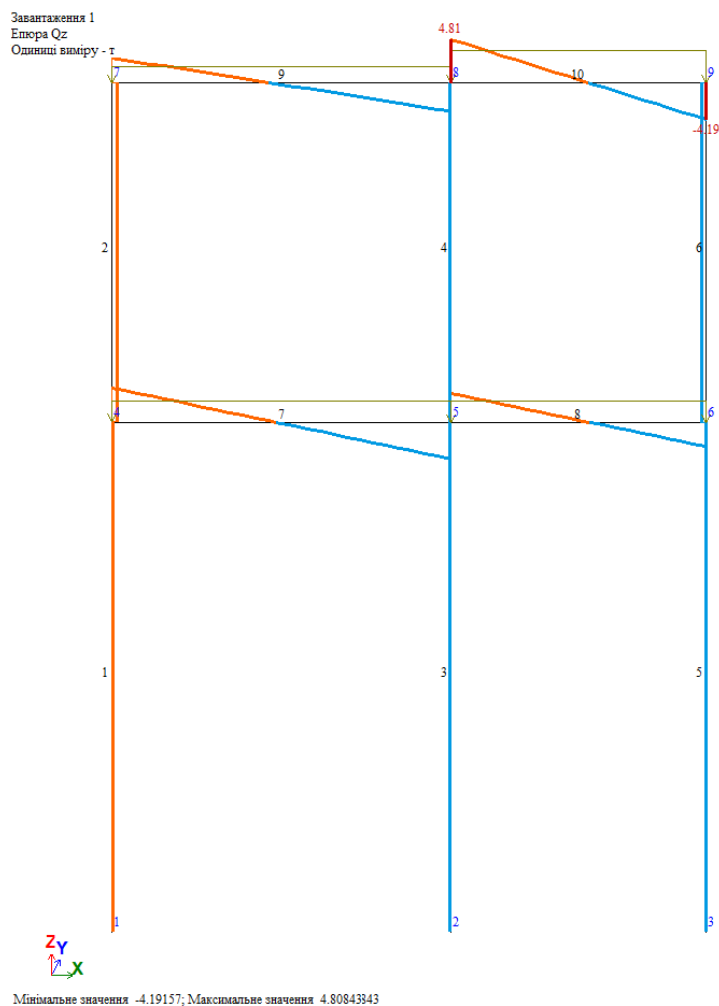

Рис. 1.21. Епюри поперечних сил Qz
- Для виведення епюри  $Q_z$  (рис. 1.21), натисніть на кнопку  – Епюри поперечних сил  $Q_z$  (панель **Зусилля в стержнях** на вкладці **Аналіз**).